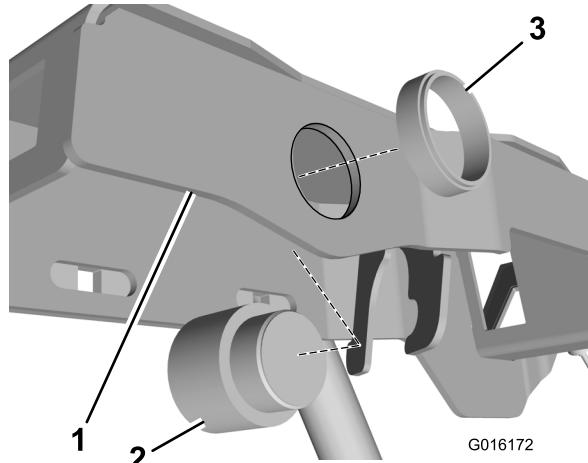

Figura 1
6. Instale la alarma sonora en el bastidor del brazo de la consola (Figura 1).